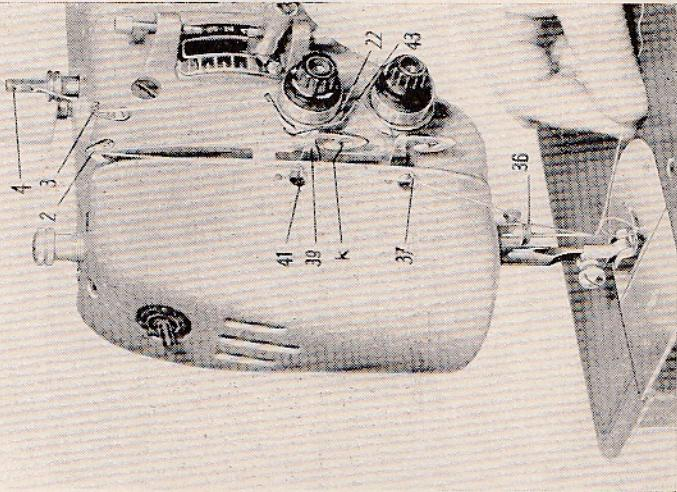

Bild 8
A. Der Faden wird von der Garnrolle von rechts nach links durch das Loch des Stiftes 4 (Bild 8) gezogen und in die Vorspannung 3 eingeführt. Dann läuft er durch die beiden Spannscheiben 22, wobei der Faden in die Fadenregulierfeder 43 gehangen wird. Nun führe man den Faden unter den Regulierbügel 39 und von rechts nach links durch das obere Loch des Fadenhebels 2, durch die Fadenlösen 41 und 37 und durch die Öse 36 des Nadelhalters. Das Einfädeln in die Nadel erfolgt von vorn nach hinten. Der Faden soll etwa 10 cm aus dem Ohr hängen, wenn der Fadenhebel 2 in der höchsten Stellung steht.
Bevor man mit dem Nähen beginnt, halte man den eingefädelten Oberfaden locker in der Hand (Bild 8), drehe das Handrad einmal herum auf sich zu und ziehe den Oberfaden etwas ein, wodurch der Unterfaden heraufgeholt wird. Der Fadenhebel 2 muß wieder seinen höchsten Stand erreichen. Nun legt man beide Fadenenden nach hinten und behalte sie in der Hand, bis die ersten Stiche gebildet sind, oder klemme sie mit dem Stoff unter den Nähfuß.